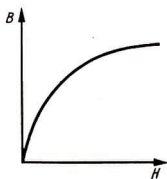

Bild 49
- 8.35 Im  $B, H$ -Diagramm (Bild 49) wird die Feldstärke über den Sättigungswert hinaus vergrößert. Machen Sie eine Aussage über die weitere Steigung der  $B, H$ -Kurve.